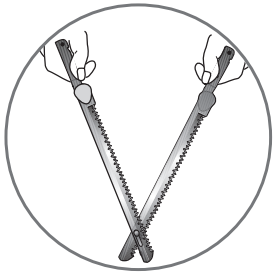

Fig 1
1. Prendre les deux lames par les extrémités non coupantes. Accrocher les deux lames ensemble en glissant le rivet de l'une dans l'ouverture de l'autre (fig. 1). Les gardes doivent se trouver à l'extérieur des lames.
Hook the two knives together by sliding the rivet of one of them into the opening of the other (fig. 1). The protections must be outside the knives.
De twee messen in elkaar haken door de klinknagel van de één in de opening van de ander te schuiven (fig. 1). De messenhouders moeten zich aan de buitenkant van de messen bevinden.
1. Die beiden Klingen an den stumpfen Enden halten. Die beiden Klingen aneinander hängen, in dem die Niete der einen Klinge in die Öffnung der anderen Klinge eingeführt wird (Abb. 1). Der Fingerschutz muss sich außerhalb der Klingen befinden